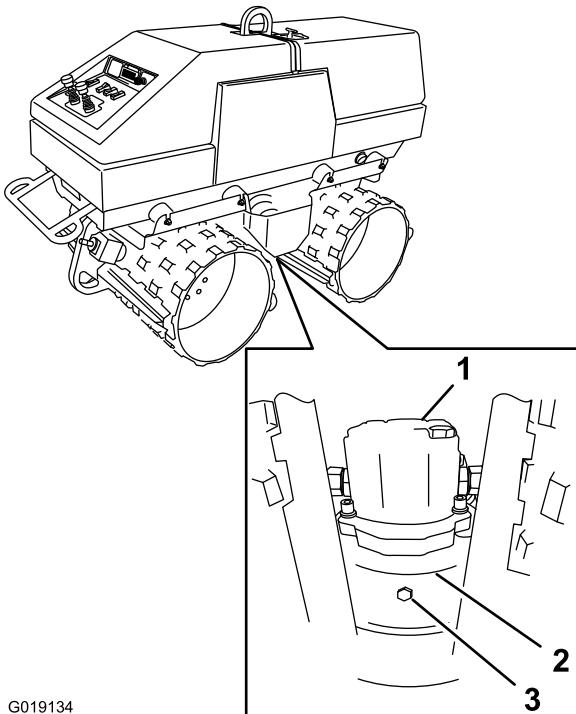

Figura 78
1. Localice el motor hidráulico de la excéntrica en la parte inferior derecha del exterior de la máquina (Figura 78).
2. Localice la tapa del motor de la excéntrica, en la que está montado el motor hidráulico (Figura 78).
4. Retire el tapón de vaciado de la parte inferior de la tapa del motor de la excéntrica y deje que se vacíe el aceite (Figura 78).
6. Instale el tapón de vaciado en el orificio de vaciado de la tapa del motor de la excéntrica (Figura 78).